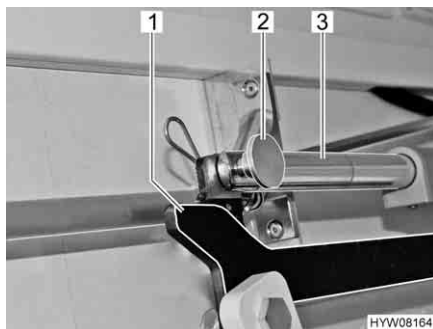

Fig. 71 Azionamento
- Rimuovere il collegamento (copiglia e bullone) (Fig. 71,2) tra la biella (Fig. 71,3) e la leva (Fig. 71,1).
- Afferrare dal basso tra parete laterale e la tiranteria del letto basculante e rimuovere il collegamento (copiglia e bullone) (Fig. 71,2) tra la biella (Fig. 71,3) e la leva (Fig. 71,1).